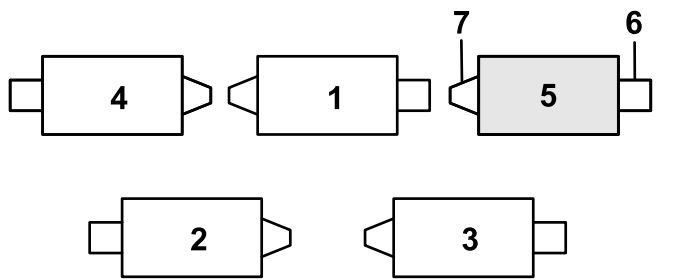

Bild 11
- Wenn der Splint im hinteren Loch der Kompensierungsfederstange installiert ist, entfernen Sie den Splint und setzen Sie ihn in das Loch neben der Halterung ein (**Bild 11**).